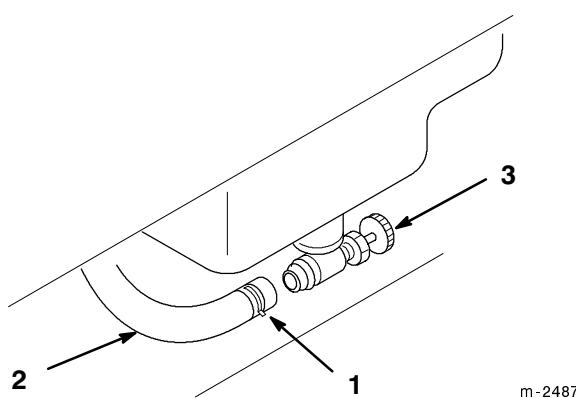

Abbildung 39
3. Die Schlauchklemme lösen und an der Kraftstoffleitung nach oben vom Kraftstoffhahn weg schieben (Abb. 39).
4. Die Kraftstoffleitung vom Kraftstoffhahn herunterziehen (Abb. 39). Dabei läuft etwas Kraftstoff aus dem Schlauch heraus. Einen Schlauch mit 8 mm (5/16") Innendurchmesser am Kraftstoffhahn anbringen, um das Ablassen
5. Die Kraftstoffleitung am Kraftstoffhahn anbringen. Die Schlauchklemme neben den Kraftstoffhahn schieben, um die Kraftstoffleitung zu sichern (Abb. 39). Der Kraftstoffhahn sollte normalerweise offen gelassen werden, außer für Wartungsarbeiten an der Kraftstoffanlage oder beim Transport des Traktors auf einem Anhänger.